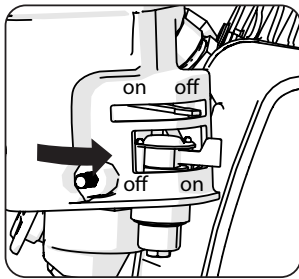

**Abb. 10**
- Schieben Sie den Motor und das Zubehör fest zusammen, bis Sie ein Anschluss- „Klick“ hören. Der Entriegelungshebel der Uni-Kupplung (**Abb. 10**) kehrt in seine Grundstellung zurück.
- Betätigen Sie mit einer Hand den Entriegelungshebel der „Uni-Kupplung“ (**Abb. 10**), während Sie mit der anderen Hand das Zubehörteil vorsichtig nach außen ziehen und von der Kupplung lösen.